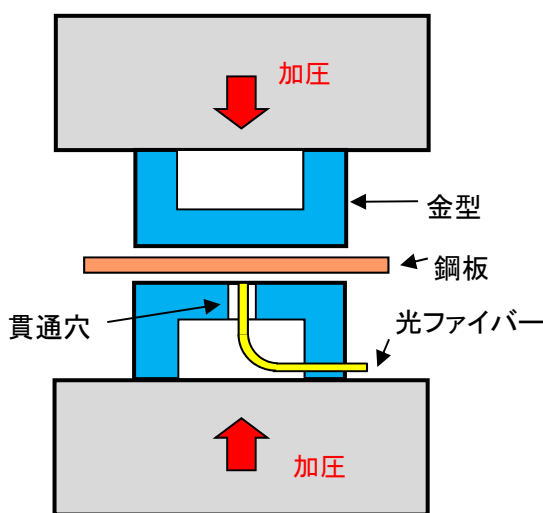
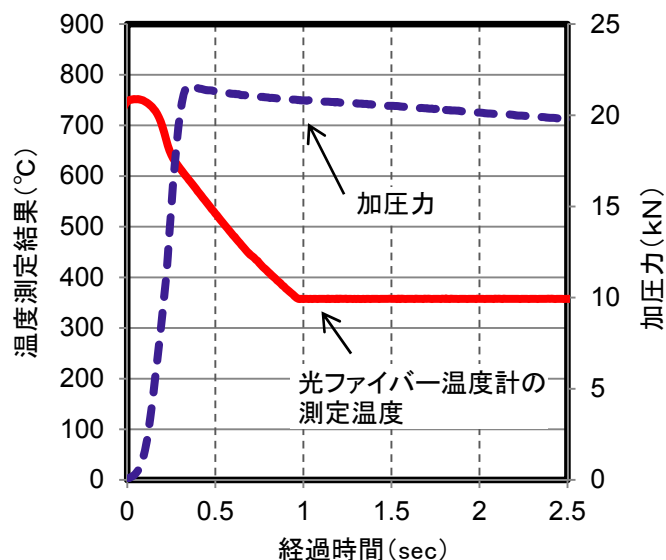

図1 光ファイバー温度計によるホットスタンプ時の温度測定方法の一例
図2 温度結果の一例（供試材に黒体塗料塗布）
- 金型内の鋼板温度の測定には、金型に貫通穴(図1)を設けて光ファイバーを差し込むことにより、ホットスタンプ処理中の鋼板温度の直接計測が可能となります(図2)。ただし、光ファイバーを熔融金属に浸漬させないで、通常の放射温度計と同様に、放射率の補正が必要になります。